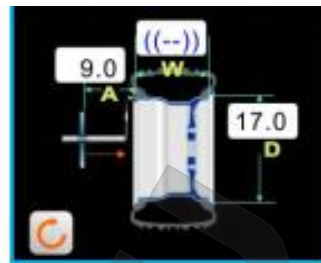

Рис.3
- О завершении процесса укажет рисунок 3.